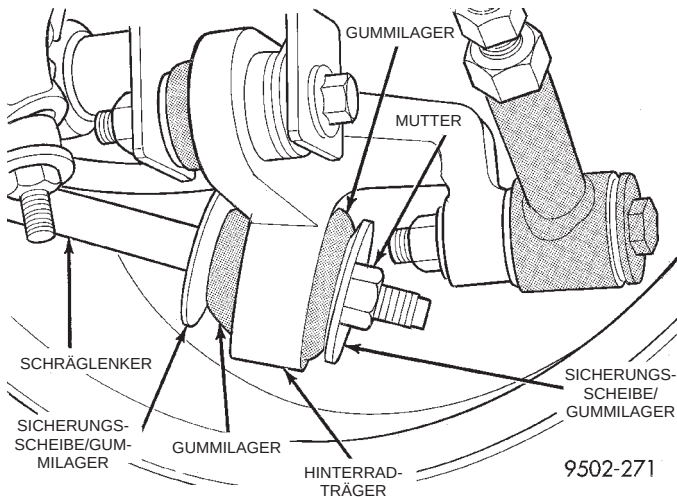

Abb. 47 Befestigung des Schräglenkers am Hinterradträger
(1) Fahrzeug anheben. Dazu Unterstellböcke oder eine Hebebühne verwenden, die am Rahmen ange-setzt wird (siehe Kapitel 0, Schmierung und Wartung, Abschnitt "Anheben des Fahrzeugs").
(2) Hinterrad vom Fahrzeug abbauen.
(3) Mutter, Sicherungsscheiben des Gummilagers und Gummilager (Abb. 47) vom Schräglenker abbauen.
ACHTUNG! Beim Einbau der Gummilager am Schräglenker und dem Hinterradträger müssen die Sicherungsscheiben für die Gummilager so eingebaut werden, daß die ballige Seite zum Gummilager und zum Hinterradträger hin weist (Abb. 47).
(4) Das äußere Gummilager des Schräglenkers, die Sicherungsscheibe und die Mutter auf dem Schräglenker montieren (Abb. 47). Mit einem großen verstellbaren Schraubenschlüssel (Engländer) den Schräglenker festhalten und die Befestigungsmutter des Schräglenkers (Abb. 47) mit einem Anzugsmoment von 99 N·m (73 ft. lbs.) festziehen.